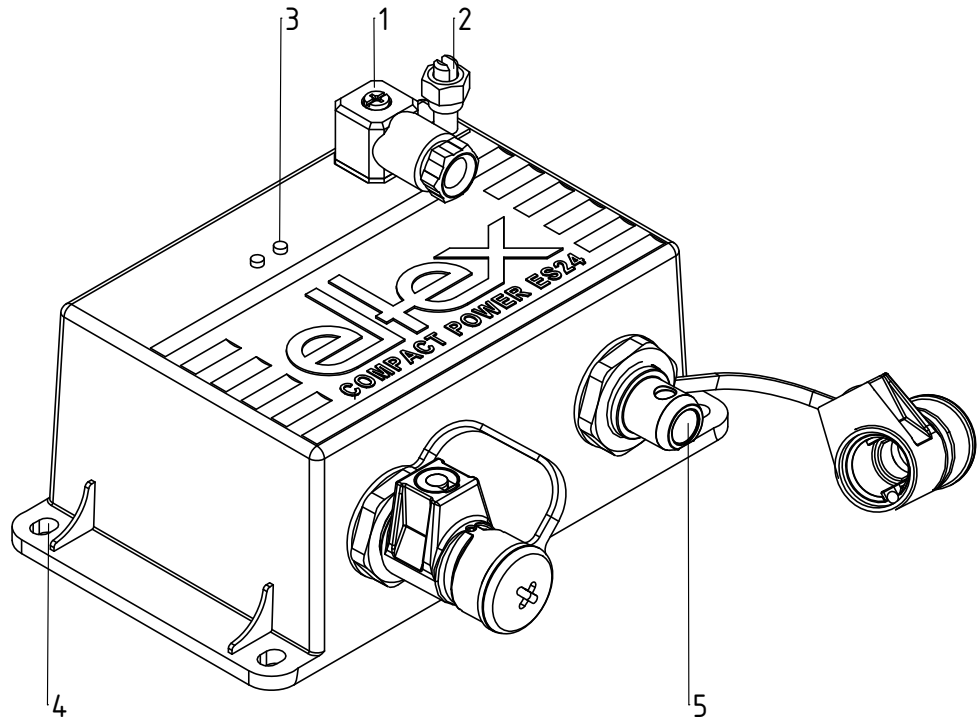

Abb. 1:
- Vor der Inbetriebnahme des Netzgerätes ist darauf zu achten, dass das Gerät über die Erdungsklemme (2, Abb. 1) dauergeerdet ist. Das Erdungskabel sollte einen Mindestquerschnitt von 1,5 mm² aufweisen (siehe Kapitel 3.2 "Erdung", Seite 12).
Über die Erdungsklemme (2, Abb. 1) muss eine dauerhafte Erdverbindung auf kürzestem Weg zu einem leitfähigen Maschinengestell hergestellt und geprüft werden. Das Erdungskabel sollte einen Mindestquerschnitt von 1,5 mm² aufweisen.